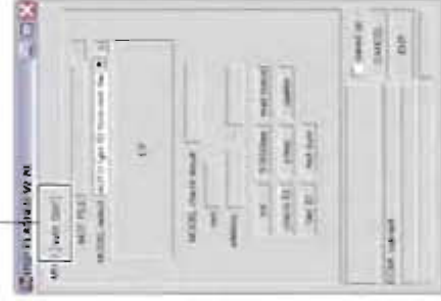

Fig. 4
1. With the power cable of this unit unconnected to the AC outlet, start up DSP\_FLASHER Ver2.7.exe. The screen appears as shown below. (Fig. 4)
本機の電源コードをACコンセントに接続していない状態で、DSP\_FLASHER Ver2.7.exe を起動します。下記の画面が表示されます。(Fig. 4)
2. Click [Vx61 DSP] (Fig. 4)
[Vx61 DSP] をクリックします。(Fig. 4)